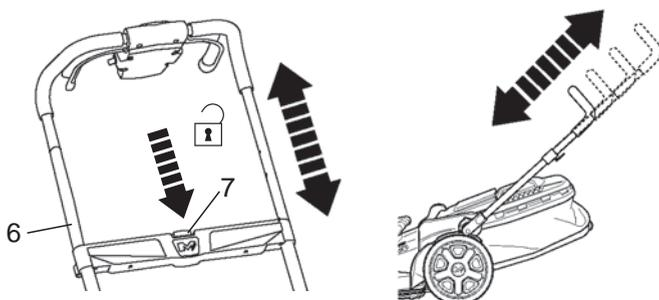

Fig.2
- > Appuyez sur le bouton de déverrouillage [7] et maintenez-le en position pendant le réglage de la hauteur de la poignée supérieure [6] en tirant ou poussant (Fig.2).